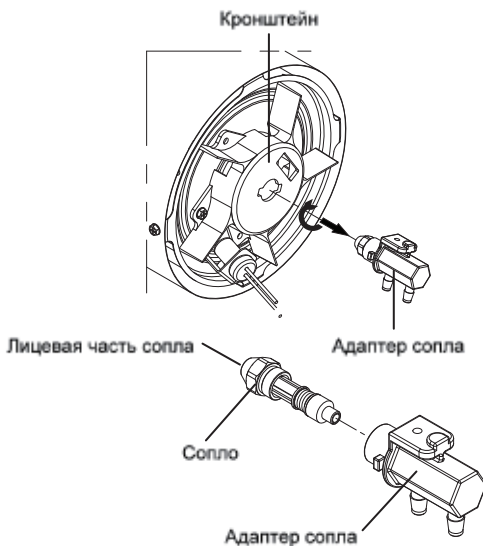

Рис. 16
6. Выкрутите из адаптера сопло гаечным ключом 5/8" (рис. 16);